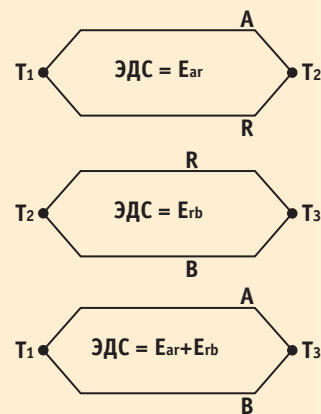

Рис. 7. Закон аддитивности термоЭДС
4. Закон аддитивности термоЭДС. Если известны термоЭДС металлов А и В в паре с опорным металлом R, то термоЭДС пары А с В будет равна их сумме (рис. 7). Это означает, что можно создавать нестандартные комбинации термоэлектродов и по-прежнему пользоваться для них градуировочными таблицами.